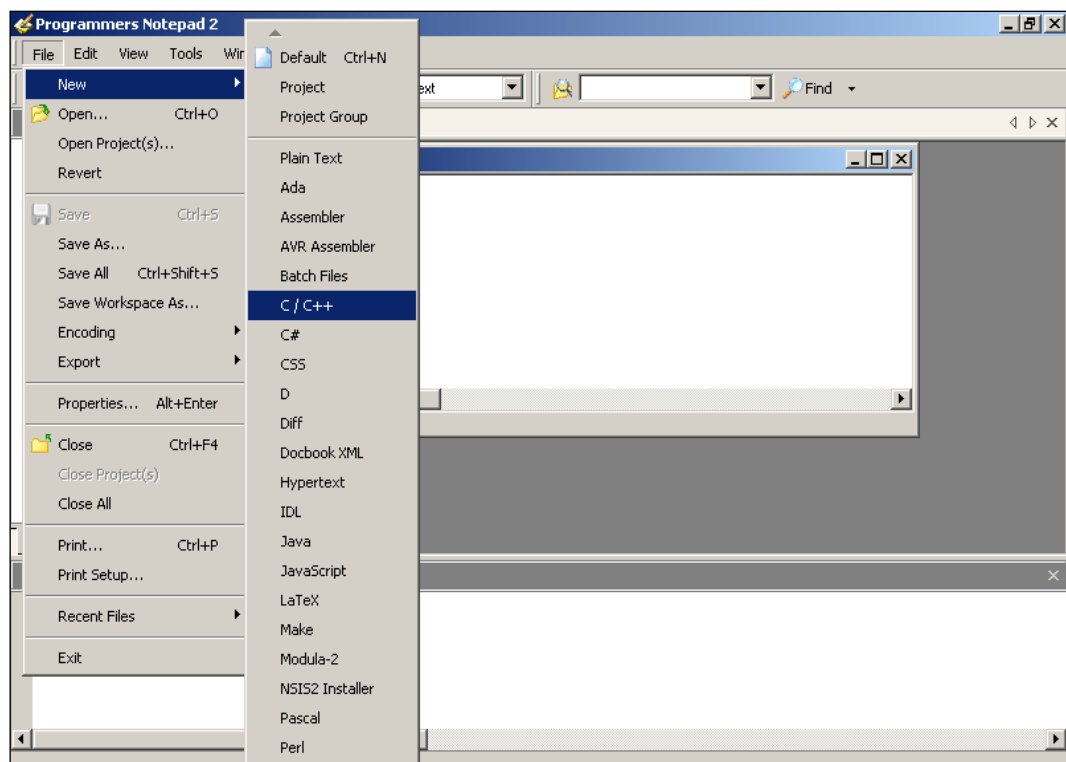

Рисунок 1.7 – Створення нового файлу в редакторі Programmers Notepad
Відкрийте програму Programmers Notepad (PN), що входить до складу WinAVR та виберіть новий C/C++ файл (рис. 1.7).